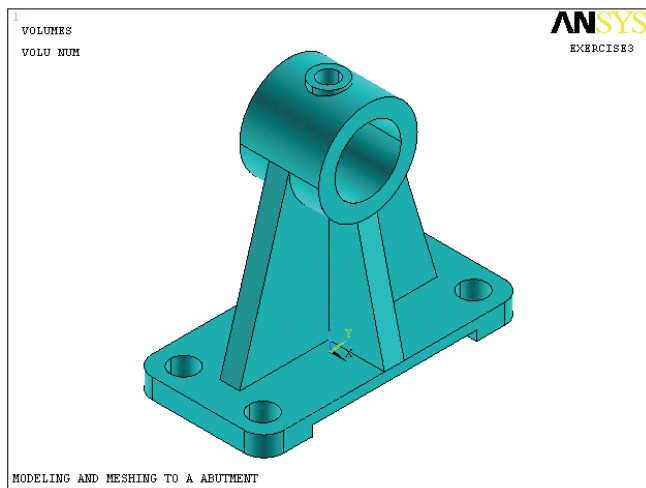

图 2-67 生成的支座几何模型结果显示
67) 选择 Utility Menu | Plot | Volumes 命令，ANSYS 显示窗口将显示如图 2-67 所示的支座几何模型。